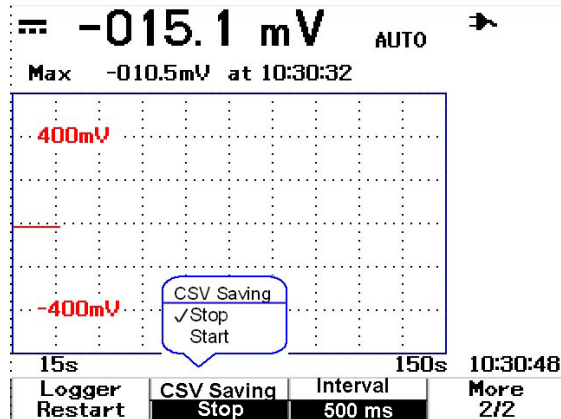

Abbildung 5-3 Aktivieren der Funktion zum Speichern im CSV-Format
- 3 Zur Aktivierung der Funktion zum Speichern im CSV-Format drücken Sie die Taste F2, um zwischen den Optionen zum Starten und Anhalten zu wechseln (siehe hierzu die nachstehende Abbildung 5-3). Es können Daten bis zu 500 Kilobyte gespeichert werden.